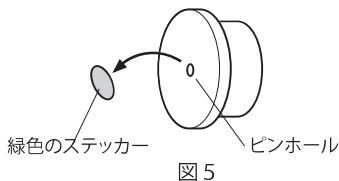
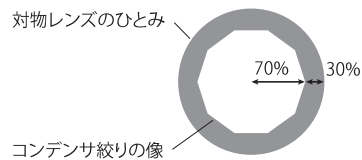

図5
図6
- (1) 2つある鏡筒キャップのうち、緑色のステッカーが貼付してあるものを用意します。緑色のステッカーを剥がすと、小さな穴（ピンホール）が開いています（図5）。
- (2) 標本をステージに配置します。コンデンサ上下ハンドルを回して、コンデンサを最上位に位置づけます。
- (3) レボルバを回して40倍の対物レンズを光路に入れ、標本に焦点を合わせます。
- (4) 一方の接眼レンズを抜き取り、代わりにピンホールのあいた鏡筒キャップを鏡筒に挿入します。
- (5) ピンホールを覗き込みながらコンデンサ絞り調整つまみを操作します。コンデンサ絞り調整つまみを右側いっぱい動かしてコンデンサ絞りを一度絞り込んだのち、徐々に絞りを開いていきます。絞りの大きさが対物レンズのひとみの外周（枠）と重なった状態から20～30%程度絞り込んだ状態にします（図6）。
- (1) 標本に焦点を合わせます。
- (2) 一方の接眼レンズを抜き取ります。
- (3) 鏡筒内を覗き込みながらコンデンサ絞り調整つまみを操作します。コンデンサ絞り調整つまみを右側いっぱい動かしてコンデンサ絞りを一度絞り込んだのち、徐々に絞りを開いていきます。絞りの大きさが対物レンズのひとみの外周（枠）と重なった時にコンデンサの開口数と対物レンズの開口数が同じになります。この時最も解像度が高くなりますが、コントラストは少々悪い状態なので、実際には対物レンズの外周の径の70～80%までコンデンサ絞りを絞り込んだ方がよく見えます（図6）。